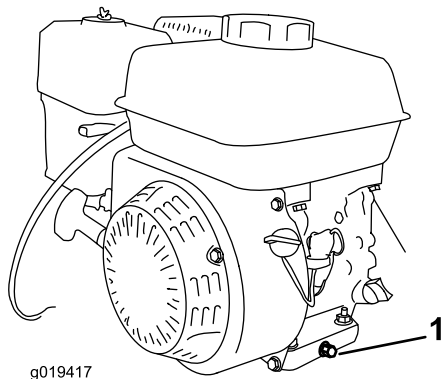

Figure 18
5. Enlevez le bouchon de vidange (Figure 18).
4. Enlevez le bouchon du boîtier d'engrenages (Figure 18).